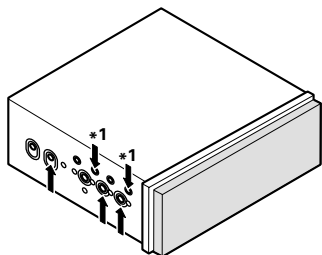
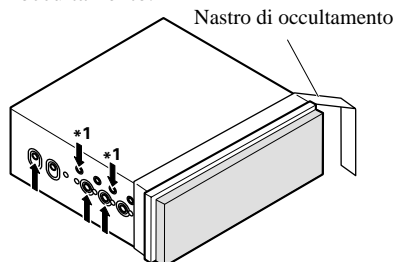
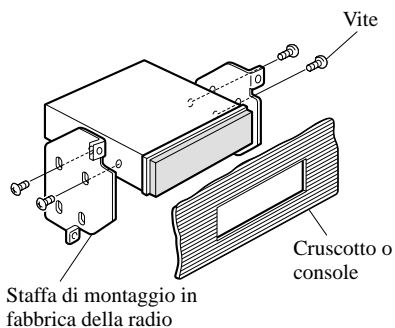

Fig. 13
Fig. 14
Fig. 15
- Fissaggio dell'apparecchio alla staffa di montaggio della radio montata in fabbrica. (Fig. 13) (Fig. 14) (Fig. 15)